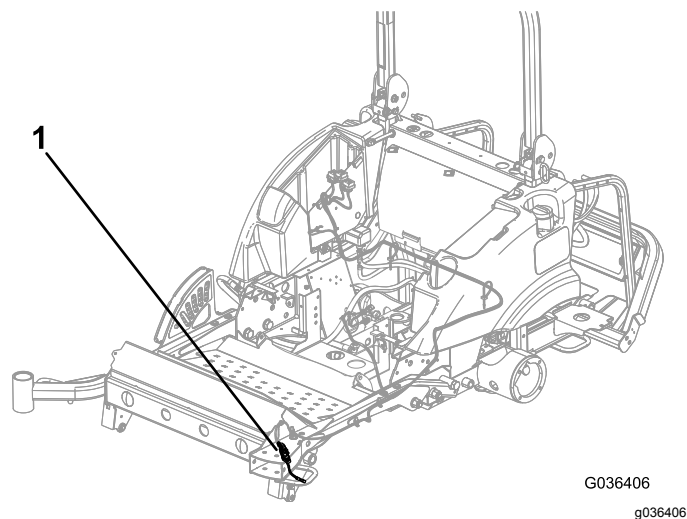

Bild 25
9. Stecken Sie den Shunt-Kabelbaum in den Mähwerk-Kabelbaum, wie in Bild 25 abgebildet.